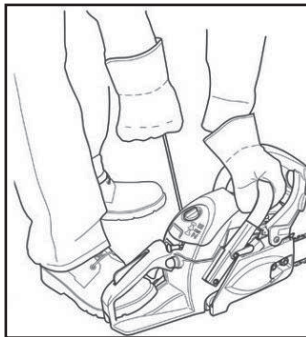

Рис. 9
- Удерживая бензопилу на земле, плавно, затем быстрее вытяните шнур стартера (Рис. 9) 2-3 раза до пуска двигателя или характерного «хлопка».